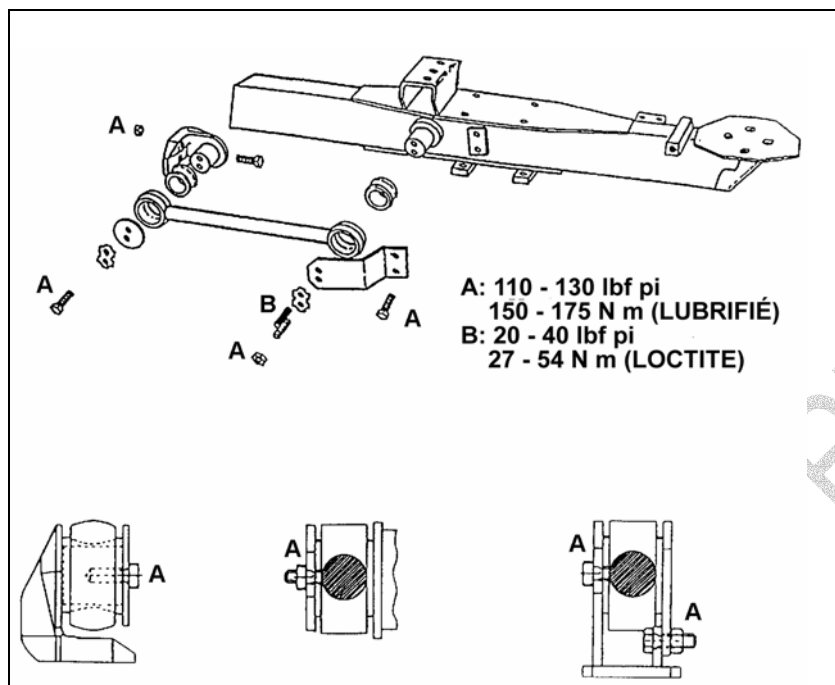

FIGURE 7: BARRE RADIALE
20. Réinstaller les barres radiales en serrant aux couples recommandés (voir la fig. 7).